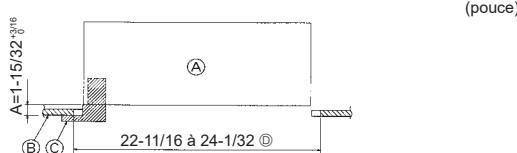

Fig. 5-2
②	Vis avec rondelle	4	M5 x 0,8 x 28 (mm), 1/32 x 1-7/64 (pouces)
③	Jauge	1
④	Fil de jonction pour le récepteur de signal	1	Fourni avec le récepteur de signal.
⑤	Fil de jonction pour le capteur i-See	1	Fourni avec le capteur i-See.
⑥	Fixation	2	Fourni avec le récepteur de signal.
⑦	Fixation	2	Fourni avec le capteur i-See.
⑧	Télécommande sans fil	1	Fournie s'il s'agit d'un modèle avec télécommande sans fil.
⑨	Support de la télécommande	1	Fournie s'il s'agit d'un modèle avec télécommande sans fil.
⑩	Piles LR6 AA	2	Fournie s'il s'agit d'un modèle avec télécommande sans fil.
⑪	Vis autotaraudeuses 3,5 x 16 mm	2	Fournie s'il s'agit d'un modèle avec télécommande sans fil.
5.2. Préparatifs préalables à la fixation de la grille (Fig. 5-2)